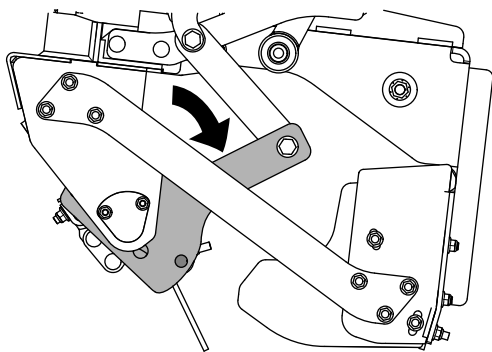

図 39
9. 必要に応じてマルチツールキャリアの角度を調整する **図 39**。